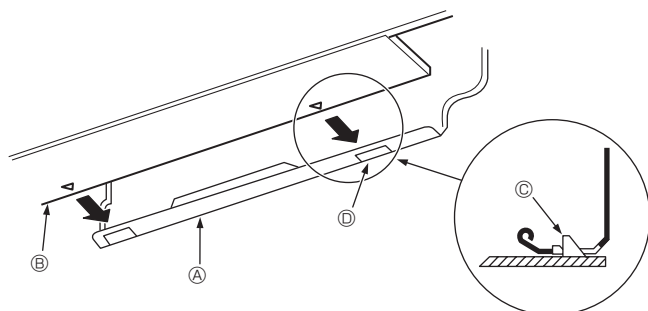

Fig. 3-11
3. Lors de l'insertion du tuyau de réfrigérant et le tuyau d'écoulement dans l'orifice mural d'insertion (manchette de pénétration), accrocher la partie supérieure de l'appareil intérieur sur la planche d'installation ①.
5. Fixer en poussant la partie inférieure de l'appareil intérieur sur la planche d'installation ①. (Fig. 3-11)
* Vérifier que les boutons en bas de l'appareil intérieur sont correctement maintenus sur la planche d'installation ①.